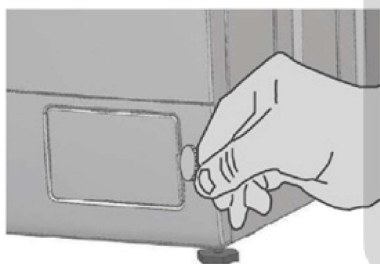

FIG. 1
- Déboîtez la trappe située en bas de votre lave-linge (Fig. 1) à l'aide d'une pièce de monnaie.
- Unlock the hatch at the bottom of your washing machine (Fig. 1) using a coin.